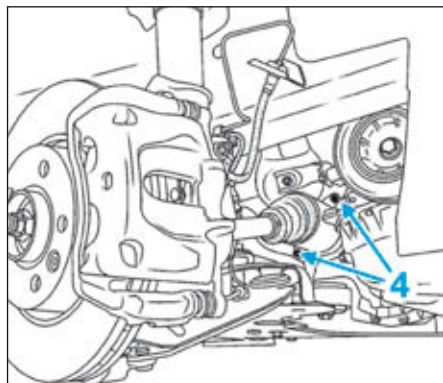

FIG.2
- l'écrou de la rotule de direction (2),
- les vis de fixation inférieures (3) de l'amortisseur.
- Déposer les vis de fixation (4) de la bride du palier intermédiaire (Fig.2).
- Prévisser les vis de bride (Fig.2).